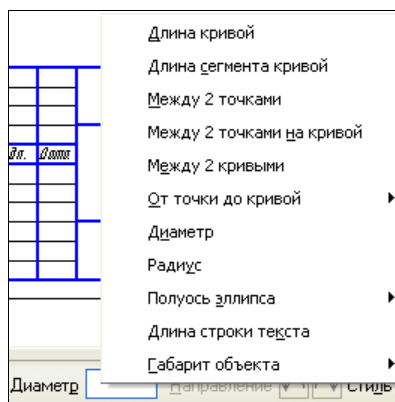

Рис. 6.7. Меню геометрического калькулятора при вводе линейной величины
- ♦ переместите курсор на поле чертежа и щелкните ПК мыши. Появилось контекстное меню. В появившемся меню переместите курсор на пункт **Привязка**, но при этом щелчок ЛК мыши выполнять не надо. В выпадающем меню появляется полный список локальных привязок, показанных на рис. 6.7. В появившемся меню переведите курсор на пункт **Точка на кривой** и щелкните ЛК мыши. Вы активизировали данную локальную привязку, и вид курсора изменился на "ловушку";
- ◆ установите курсор в поле **Диаметр** и щелкните ПК мыши. Появится меню геометрического калькулятора, показанное на рис. 6.7;